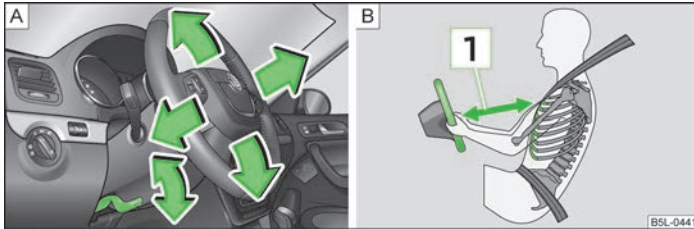

Fig. 94 Volan reglabil: Maneta de lângă coloana volanului / distanța de siguranță față de volan
- Respectați o distanță de minim 25 cm  față de volan » fig. 94 la pagina 94 - . Dacă nu se respectă această distanță, sistemul airbag nu își poate exercita eficiența maximă - Pericol!
- Rabatați în jos maneta de sub volan » fig. 94 - A.